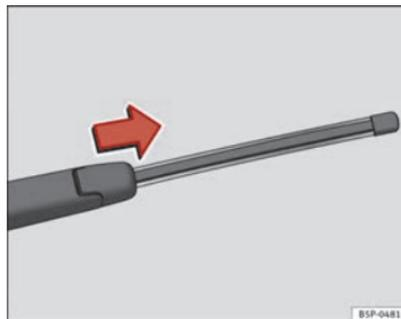

Fig. 169 Estrarre la spazzola tergilunotto
- Sollevare il braccio del tergilunotto dal lunotto ⇒ fig. 169
- Scorrere l'adattatore della spazzola nella direzione della freccia e rimuovere la spazzola ⇒ fig. 169.